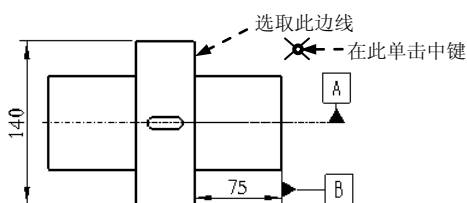

图 5.6.30 定义公差参照 (一)
Step4. 定义公差参照。在 **参照: 区域** 的 **类型** 下拉列表中选择 **曲面** 选项, 选取图 5.6.30 所示的面 (边线) 为公差参照。
(1) 在对话框中 **放置** 区域的 **类型** 下拉列表中选择 **法向引线** 选项, 在弹出的
(2) 在系统 **选取多边, 尺寸界线, 基准点, 多个轴线, 曲线 或 顶点。** 的提示下, 选取图 5.6.30 所示的边线。
(3) 在图 5.6.30 所示的位置单击中键, 放置“位置度”公差。